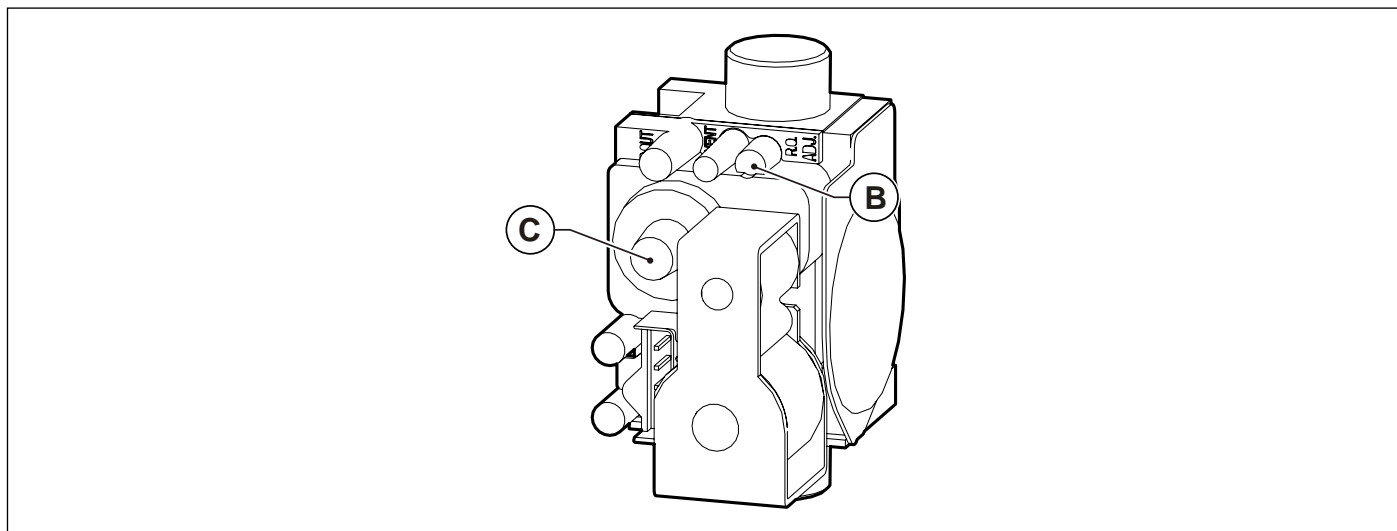

Рис. 25 Регулировка уровни содержания углекислого газа
- Отрегулировать уровень содержания углекислого газа (CO₂) в дымовых газах с помощью соответствующего регулятора **B** (смотри Рис. 25 Регулировка уровни содержания углекислого газаи удостовериться, что его величина находится в пределах, указанных в Табл. 11 Содержание CO₂ в дымовых газах. Не выключая режим "трубочист", перейти к следующему этапу — регулировке минимальной мощности.
- Отрегулировать уровень содержания углекислого газа (CO₂) в дымовых газах, вращая регулятор «offset» **C** (смотри Рис. 25 Регулировка уровни содержания углекислого газаи удостовериться, что его величина находится в пределах, указанных в Табл. 11 Содержание CO₂ в дымовых газах.